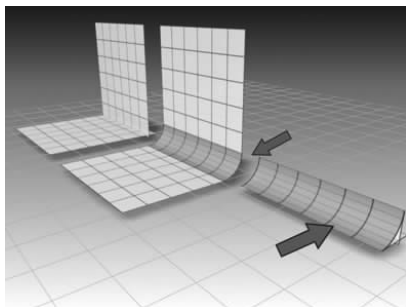

图 5-80 创建圆角曲面 ▲
-  (创建圆角曲面): 生成连接其他两个曲面的弧形转角, 如图 5-80 所示。